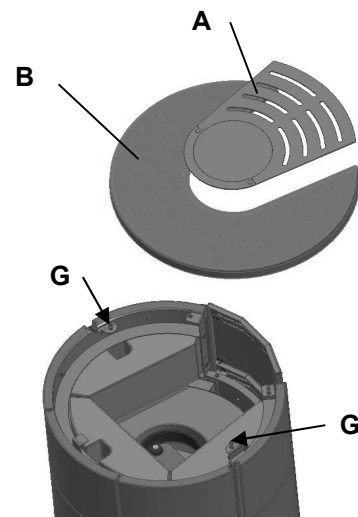

Abb. 4b
- Topplatte B so auf den Ofen legen, dass die beiden Zylinderschrauben G in die Sacklochbohrungen der Topplattenunterseite eingreifen (Abb. 4b).
- Einleger A vorsichtig in die offene Topplattenaussparung einlegen (Abb. 4b).